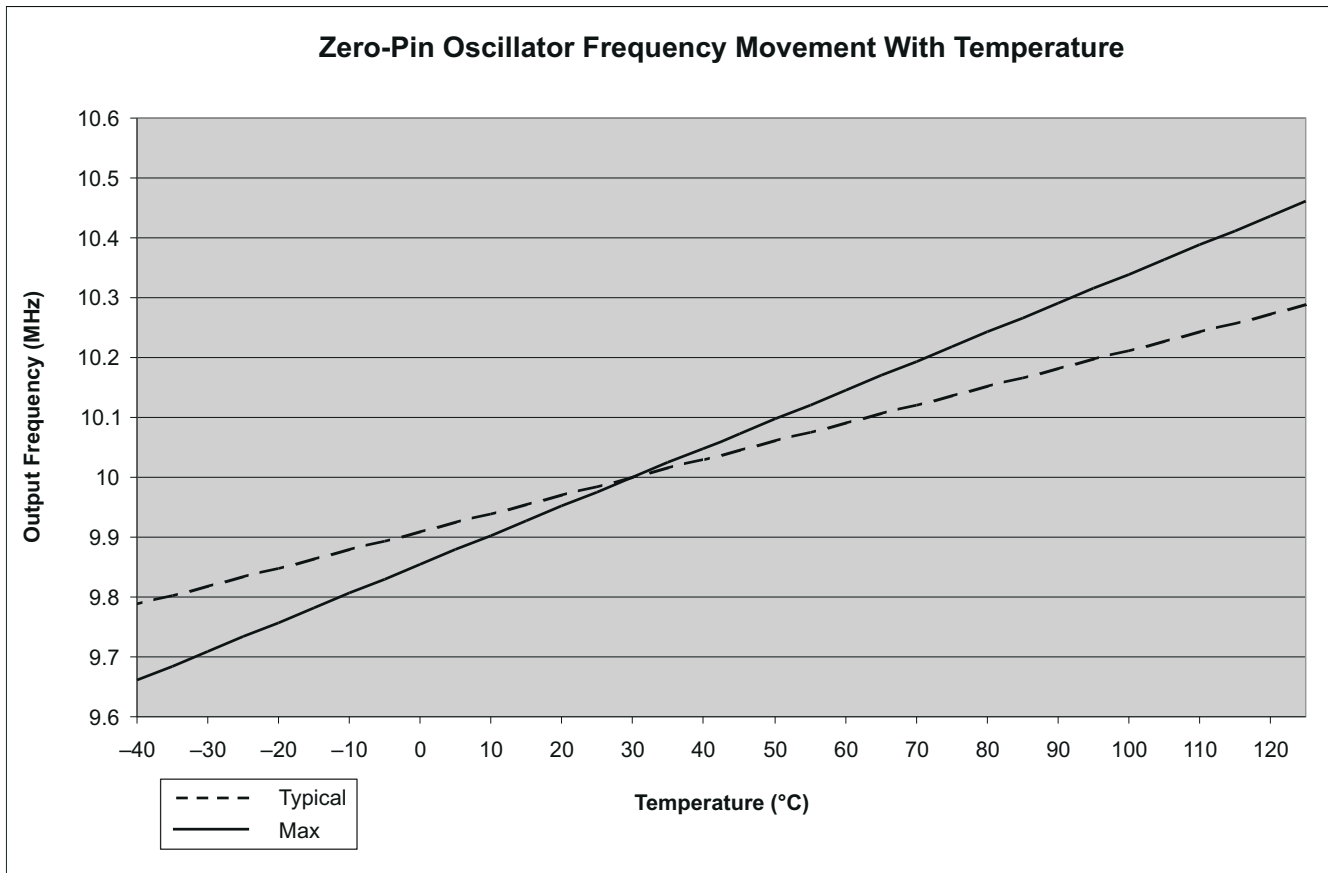

図 8-8. 温度によるゼロ・ピン発振器の周波数の変化
- (1) 発振器の周波数は温度と共に変化します (図 8-8 を参照)。発振器の温度ドリフトを補償するには、『発振器の補償ガイド』と C2000Ware を参照してください。
- (2) VREG が有効化されている場合 ( $\overline{\text{VREGENZ}} = V_{\text{SS}}$ ) にのみ、周波数範囲は保証されます。
- (3) 内部発振器の出力周波数は、温度勾配と電圧 (VDD) 勾配の両方の方向に追従します。例を示します。